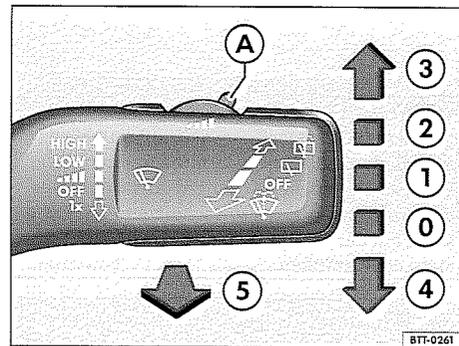

Abb. 98 Frontscheibenwischer bedienen.
- Scheibenwischerhebel kurz nach unten drücken \Rightarrow Seite 134, Abb. 98 ④.